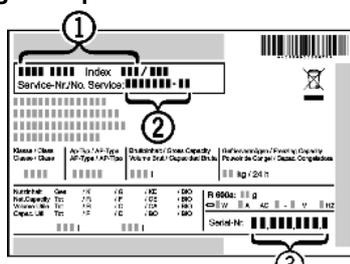

Fig. 24
- ▶ Consulter la désignation de l'appareil *Fig. 24 (1)*, le N° de service *Fig. 24 (2)* et le N° de série *Fig. 24 (3)* sur la plaque signalétique. La plaque signalétique se trouve à l'intérieur de l'appareil, sur le côté gauche.